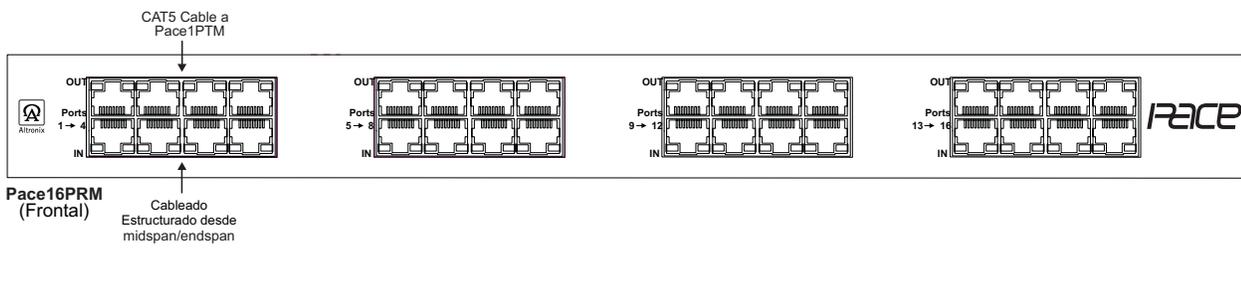

Fig. 2
- b. Conecte el cableado estructurado de la cámara/dispositivo IP al conector RJ45 marcado [PoE Out] (Fig. 2, p. 3).
- c. Conecte el cableado estructurado de el Pace4/8/16PRM al conector RJ45 marcado [Enlace RJ45] (Fig. 2, pág. 3).
**Nota:** El Pace4/8/16PRM está diseñado para acomodar cámaras Megapixel, HD720, HD1080 y VGA (SD). Es importante tener en cuenta que algunas cámaras de alta resolución y alta velocidad de cuadros pueden exigir una capacidad de procesamiento de cabecera más rápida, como una tarjeta gráfica de PC, para presentar una imagen de calidad. Si el equipo de procesamiento de cabecera es insuficiente en velocidad, la imagen puede mostrar pixelación y latencia. Es aconsejable hacer una prueba previa del sistema si no está seguro. Alternativamente, la velocidad de cuadros y la resolución pueden reducirse para acomodar el equipo al sistema.